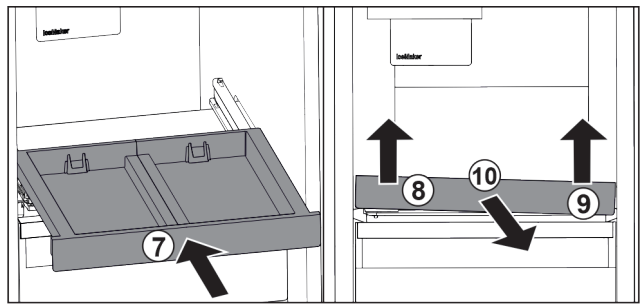

Fig. 82
- ▶ Вставьте выдвижную панель. Fig. 82 (7)
- ▶ Приподнимите выдвижную панель спереди слева. Fig. 82 (8)
- ▶ Приподнимите выдвижную панель спереди справа. Fig. 82 (9)
- ▶ Извлеките выдвижную панель движением вперед. Fig. 82 (10)